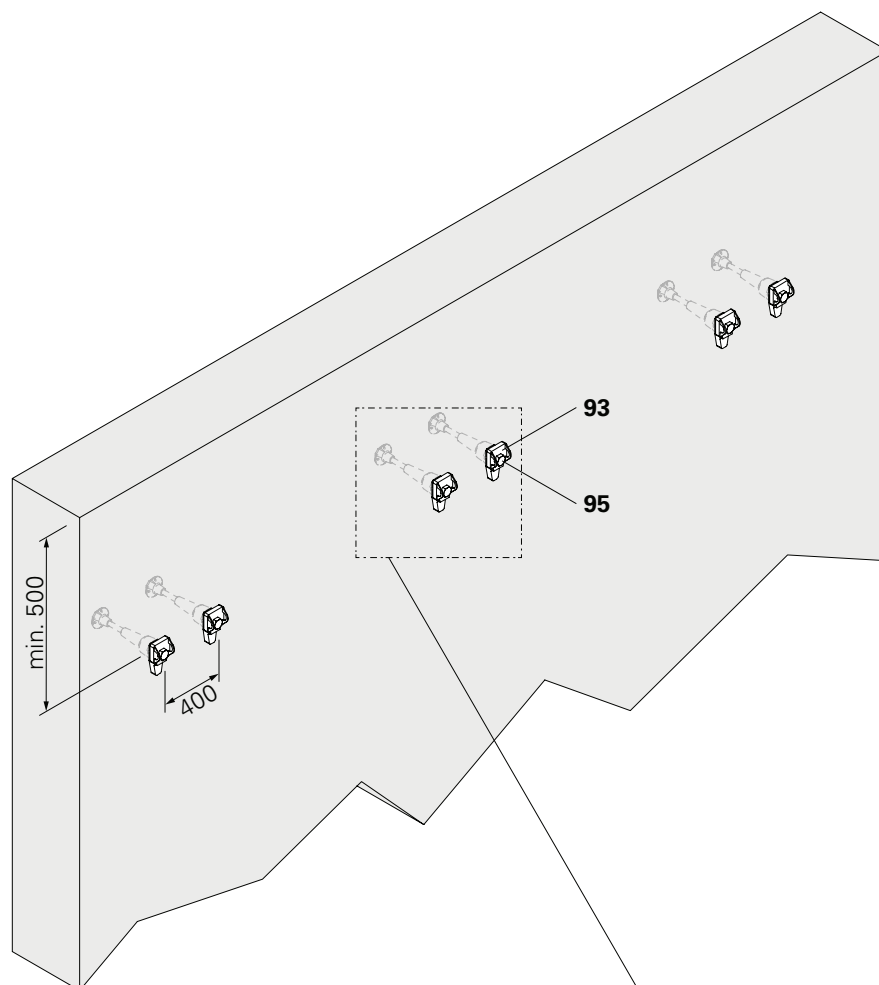

Fig. D2.02b
1. Avvitare 1x piastra di guida di ancoraggio-2 M36/12 (93) con viti ISO 4014 M36 x 160 (95) su ogni cono per carichi pesanti M36/DW 26 (94). (Fig. D2.02b)